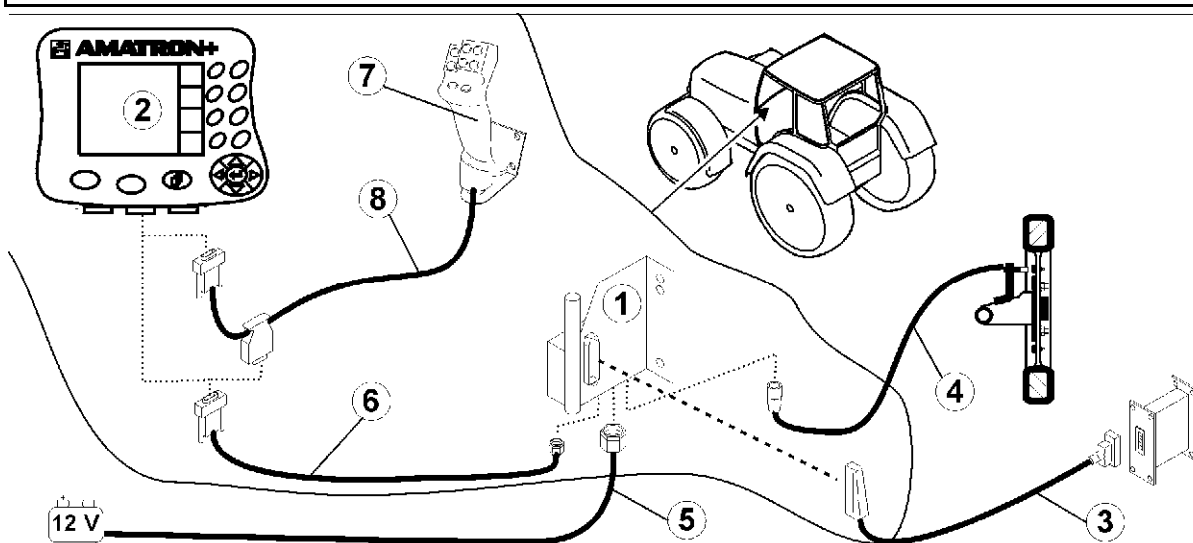
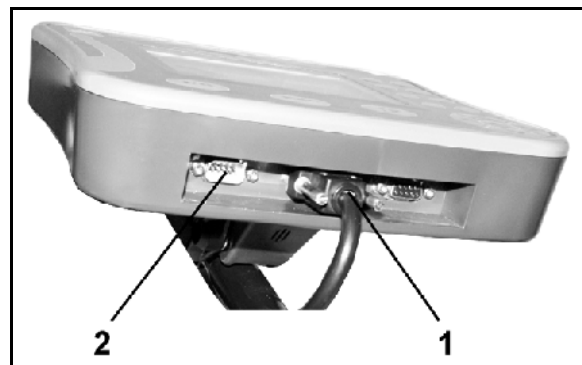

Fig. 1
Fig. 2
- Базовое оснащение трактора (Fig. 1/1, консоль управления с распределительным устройством) должно быть установлено в зоне, доступной для обзора и удобной для работы с органами управления, в свободном от вибраций и защищенном от статической электризации месте кабины с правой стороны от водителя..
- Соединительный кабель для подключения к аккумулятору (Fig. 1/5).
- Сигнальный кабель гнезда сигнала трактора или датчика пробега (Fig. 1/4).
- Соединительный кабель к устройству **AMATRON+** (Fig. 1/6).
- Установите терминал **AMATRON+** (Fig. 1/2) на базовое оснащение трактора.
- Вставьте штекер соединительного кабеля (Fig. 1/6) в среднее 9-полюсное гнездо Sub-D (Fig. 2/1).
- Соедините агрегат с помощью с помощью штекера агрегата (Fig. 1/3) с терминалом **AMATRON+**.
Джойстик (Fig. 1/7) подключается с помощью Y-кабеля (Fig. 1/8).
- Последовательный порт (Fig. 2/2) позволяет подключить КПК.